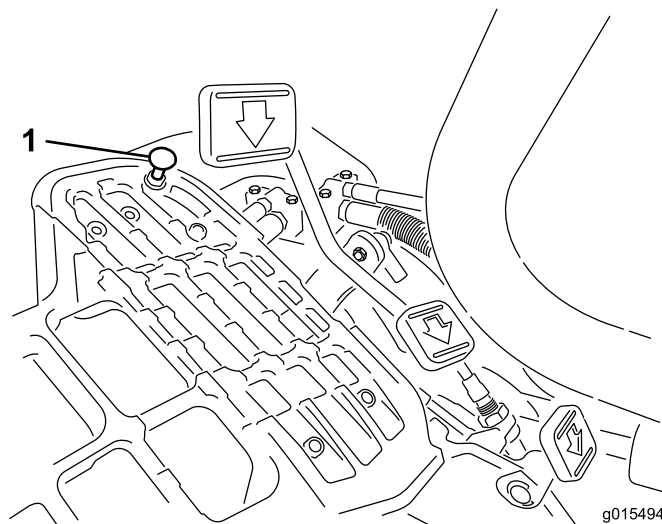

図 49
走行ペダルを踏み込んでみてください。ケーブルに張力が掛かる前にペダルがストップ（図 49）に当たる場合には調整が必要です。
1. ペダル・ストップをフロア・プレートに固定しているフランジヘッド・ロックナットをゆるめる（図 49）。